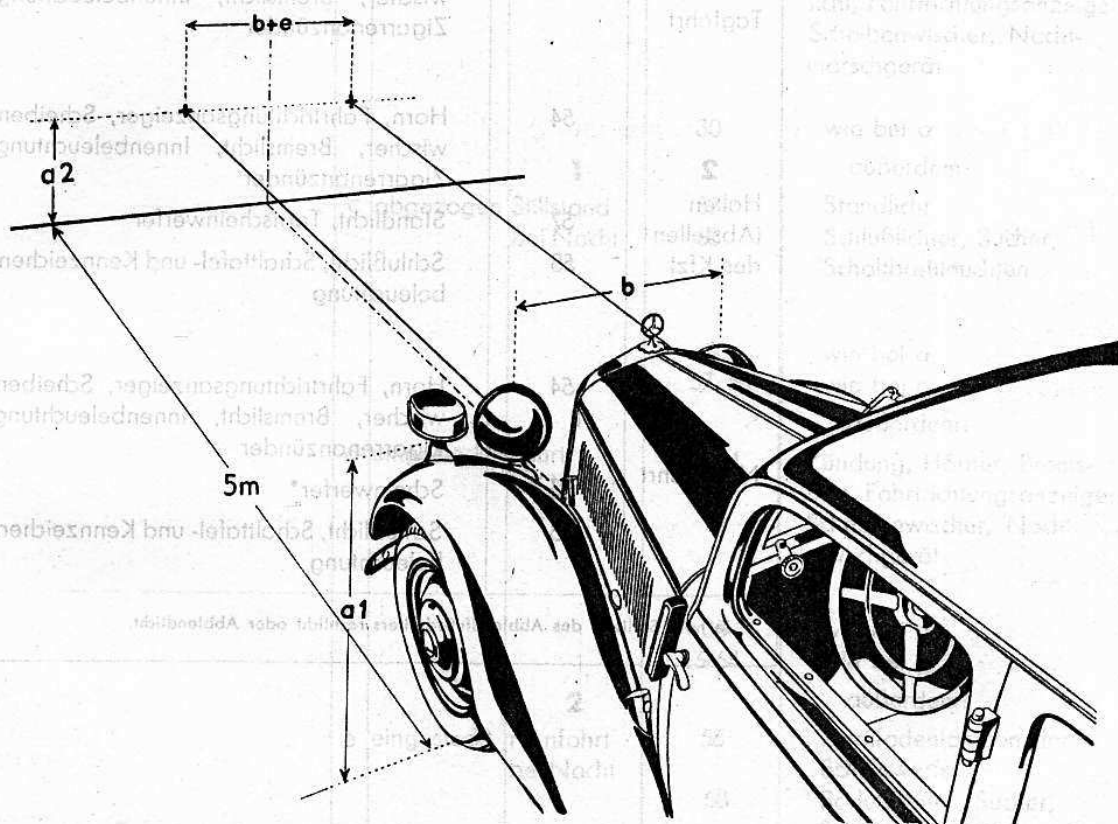

Bild 207
4. Scheinwerfer nach folgenden Maßen einstellen (Bild 207):